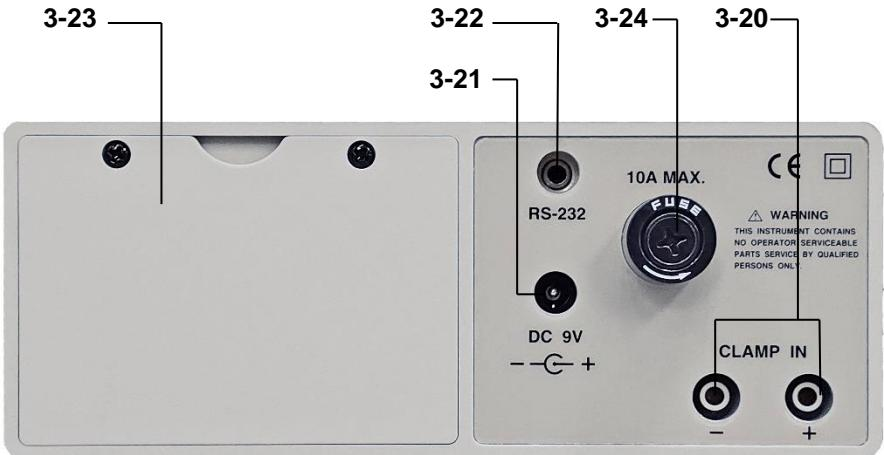

Fig.1
- 1) Placez l'interrupteur marche/arrêt (3-2, fig. 1) sur "On". On = 1, Off = 0
- 2) Appuyez sur l'interrupteur "AC V/A/WATT" (3 - 3, fig. 1).
- 3) Réglez le commutateur "Current In" (3 - 6, fig. 1) sur "DIRECT".
- 4) Ne connectez aucun câble aux bornes d'entrée. Si l'affichage en watts n'indique pas zéro, appuyez une fois sur le bouton "Whr-Zero" (3 - 8, fig. 1).
- L'écran LCD (3 - 1, fig. 1) affiche simultanément la puissance, la tension, le courant et le FP (facteur de puissance).
- 8) Appuyez sur le bouton $\cos\phi/PF/Hz$ (3 - 9, fig. 1) pendant la mesure de la puissance. Cela affichera la valeur de la fréquence du réseau au lieu de la valeur PF.
Toutes les procédures de mesure correspondent aux procédures décrites ci-dessus au point "7.1. mesure du courant alternatif (Watt/V/A/PF/Hz)". En appuyant une fois sur la touche "WATT/VA/Whr" (3 - 7, fig. 1), les valeurs VA, tension, courant et Hz sont affichées simultanément.
Toutes les procédures de mesure correspondent aux procédures décrites ci-dessus dans le paragraphe "7 - 1 Mesure du courant alternatif (Watt/V/A/PF/Hz)". En appuyant deux fois sur le bouton "WATT/VA/Whr" (3 - 7, fig. 1), la valeur Whr s'affiche avec le temps écoulé.
- Appuyez sur le bouton "Whr Zero" (3 - 8, fig.1) pour remettre à zéro la mesure de la Whr et commencer une nouvelle mesure.
- 1) Mettez l'interrupteur marche/arrêt (3 - 2, fig. 1) sur "On".
- 3) Placez le commutateur "Current In" (3 - 6, fig. 1) sur "DIRECT".
- a. Connectez le câble de test rouge à la prise d'entrée "V/Ohm". (3 - 17, fig. 1) et le câble de test noir avec la prise d'entrée "COM" (3 - 18, fig. 1).
- a. Connectez le câble de test rouge à la prise d'entrée "10 A" (3 - 19, fig. 1) et le câble de test noir à la prise d'entrée "COM" (3 - 18, fig. 1).
- 2) Appuyez sur l'interrupteur "DC V/A" (3 - 4, fig. 1).
- a. Connectez le câble de test rouge à la prise d'entrée "V/Ohm" (3 - 17, fig. 1) et le câble de test noir avec la prise d'entrée "COM" (3 - 18, fig. 1).